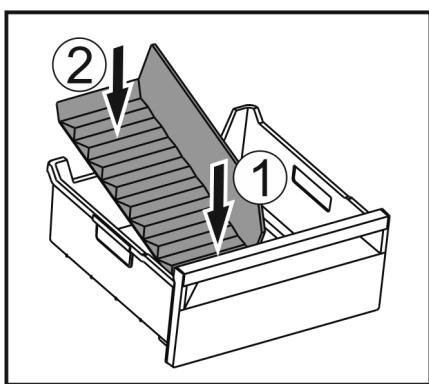

Fig. 171
- Поставете предната част на разделителя на отделението за лед. Fig. 171 (1)
- Спуснете задната част на разделителя на отделението за лед до дъното на чекмеджето. Fig. 171 (2)